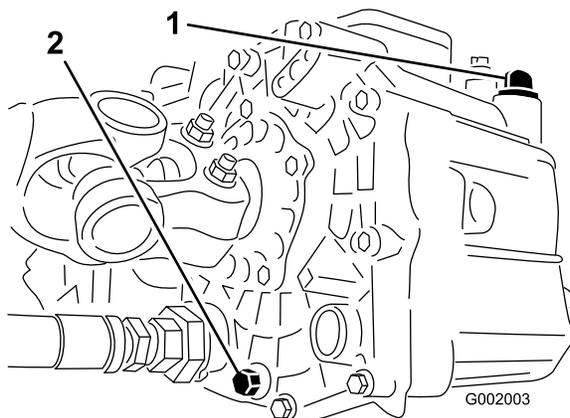

图 55
3. 从油箱侧面取下排油塞、让液压油流入放油盘 (图 55)。